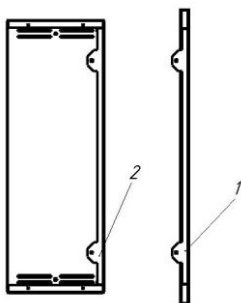
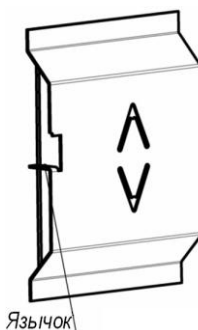

Рисунок 2 – Монтаж рамки
Рисунок 3 – Фиксация стекла
При монтаже встроенного шкафа выставьте шкаф в нише, обеспечивая равномерный зазор. Зафиксируйте шкаф в нише, заполнив зазор между корпусом шкафа и стенками ниши строительным раствором или другим способом, обеспечивающим жесткое надежное крепление, не деформирующим корпус шкафа. Вставьте рамку (Рисунок 3, поз.1) в корпус шкафа (Рисунок 2, поз.2).
8.9 Повесьте запасные ключи от замков в соответствующий карман, закрытый стеклом (Рисунок 3).